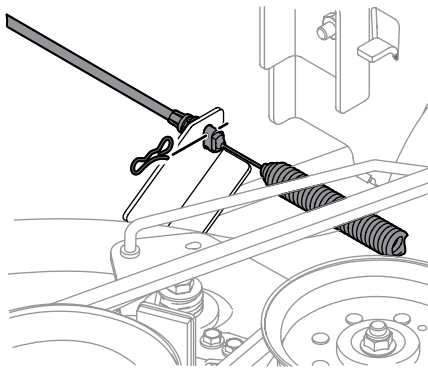

Figura 4-15
- Extraiga con cuidado el cable de la PTO de la parte posterior de la plataforma de corte retirando el clip tipo moño que lo sujeta. Retire el resorte del soporte de polea loca de la plataforma. Consulte la Figura 4-15.